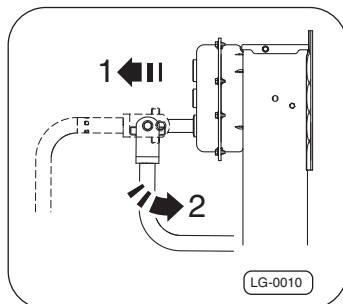

Рис. 9 · Расфиксация коленчатого рычага
2. По завершении процесса управления расфиксируйте коленчатый рычаг – стрелка 1–, ⇒рис. 9 и снова сложите – стрелка 2–.